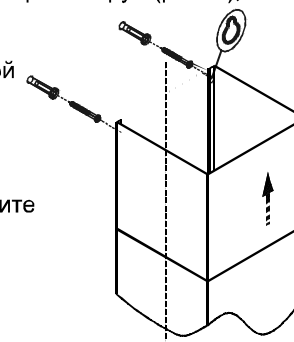

РИС. 4
- 6.2 Установите на зонт комплект из двух телескопических фальштруб (рис. 4);